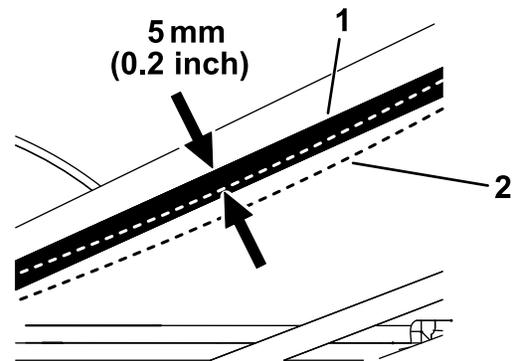

Figure 28
5. Avec un tensiomètre à barillet, appuyez sur la courroie pour en vérifier la tension comme suit (Figure 28) :